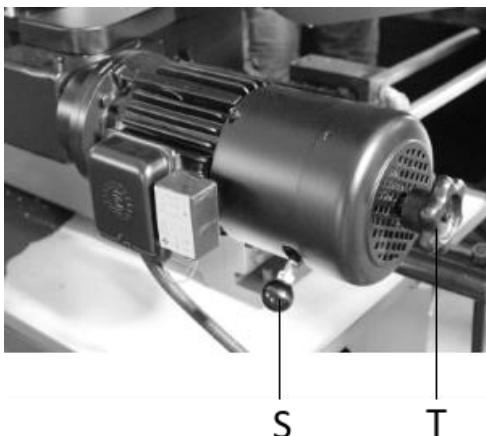

Рис.11
В случае необходимости подачи заготовки на небольшую длину следует расцепить муфту поворотом рычага (S) и подать заготовку поворотом рукоятки (T, рис.11). После подачи заготовки на желаемое расстояние следует снова